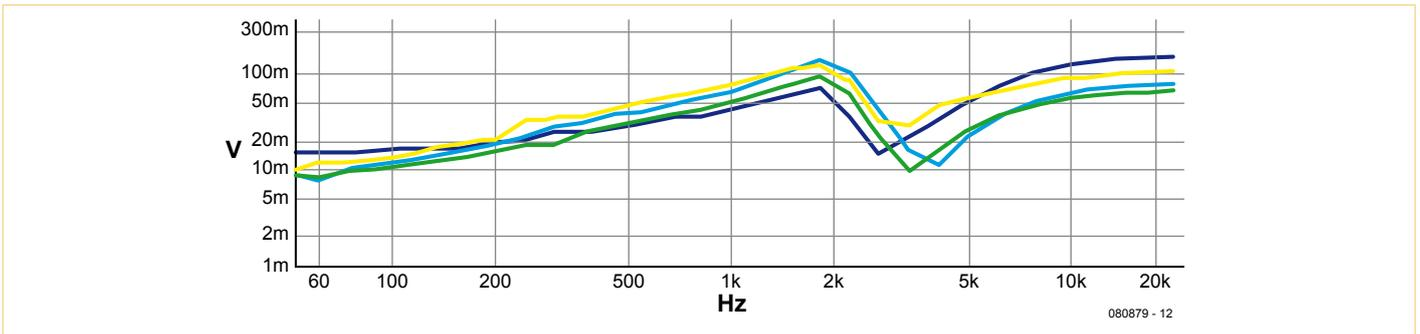

Bild 3. Frequenzgang-Messungen
**Bild 3** zeigt die Ergebnisse von vier Messungen. Es zeigte sich, dass